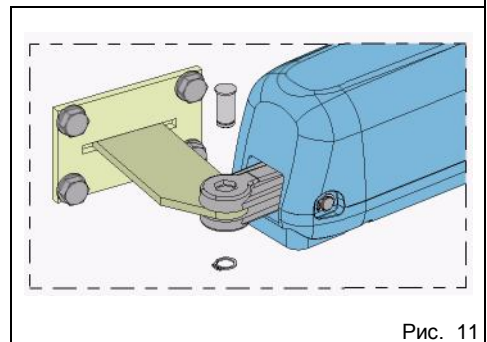

Рис. 11
- 8) Привод ставят на задний кронштейн и закрепляют прилагаемыми штифтом и шайбой, как показано на рис. 11.